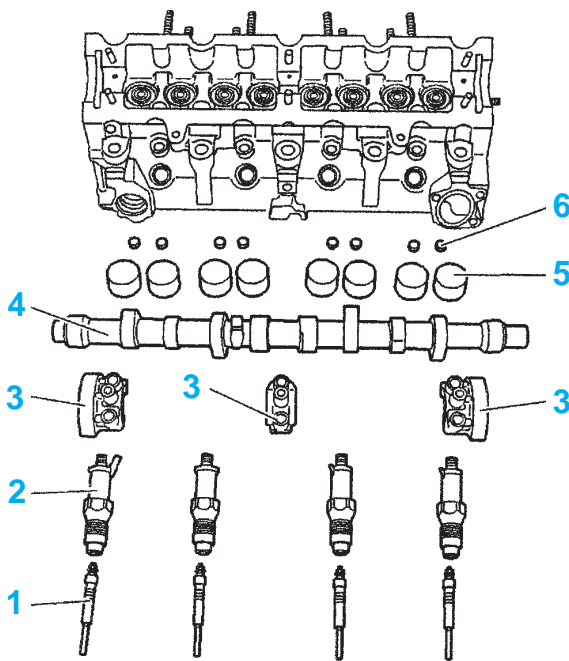

fig. Mot. 139
- les bougies de préchauffage (1) (fig. Mot. 139)
- les injecteurs diesel (2)
- les grains de réglage (6) (fig. Mot. 139)
- les poussoirs de soupapes (5)